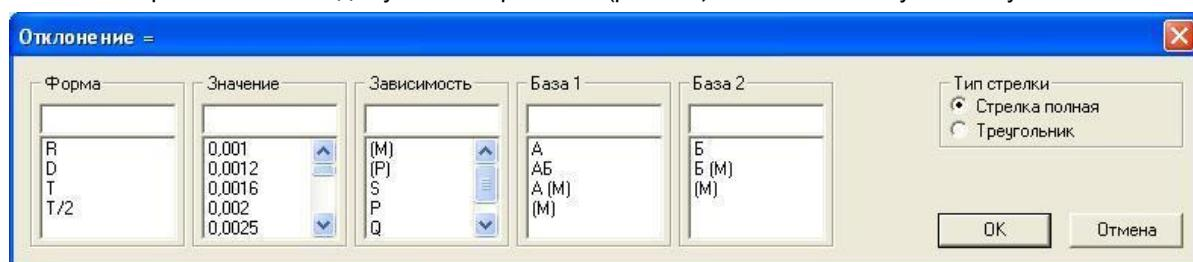

Рисунок 16. Меню ввода допусков поверхностей
- Появится меню "Отклонение =" (рис. 16). Выбираем или вводим с клавиатуры нужные нам значения в нужные ячейки. Выбираем тип стрелки и нажимаем кнопку **Ok** меню "Отклонение =".